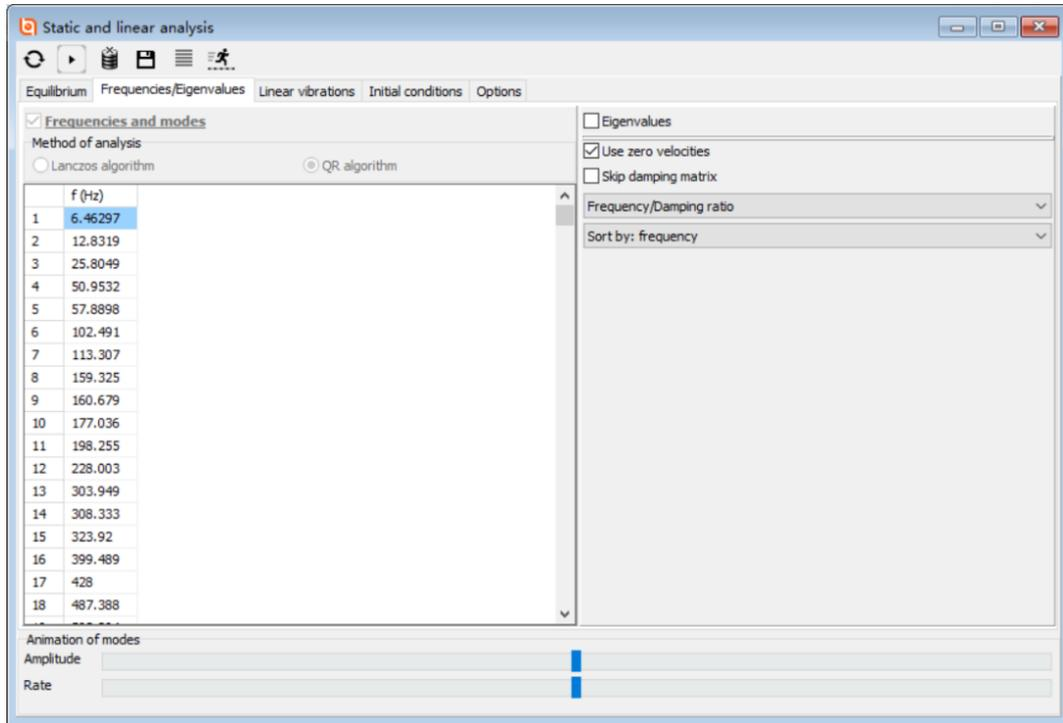

图 064-7
8、进入 **UM Simulation** 仿真程序，进行线性化分析，求得实际约束状态的模态频率，如图 064-7 所示。